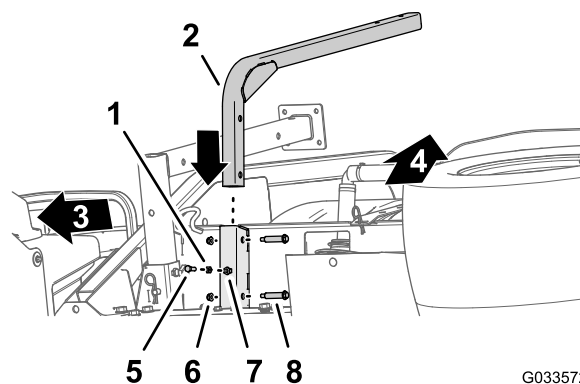

Figure 46
1. Alignez le tube de support du réservoir d'eau douce et le profilé de support du réservoir (Figure 46).
2. Alignez les trous du tube de support et les trous du profilé (Figure 46).
3. Fixez le tube au profilé (Figure 46) avec les 2 boulons à épaulement (1/2" x 1-15/16") et 2 contre-écrous (5/16").
5. Vissez l'écrou de blocage (5/16") sur le boulon (5/16 x 1"), comme montré à la Figure 46.
6. Vissez le boulon (5/16" x 1") et l'écrou de blocage dans l'écrou soudé au bas du profilé de support du réservoir, et serrez le boulon et l'écrou de blocage à la main (Figure 46).